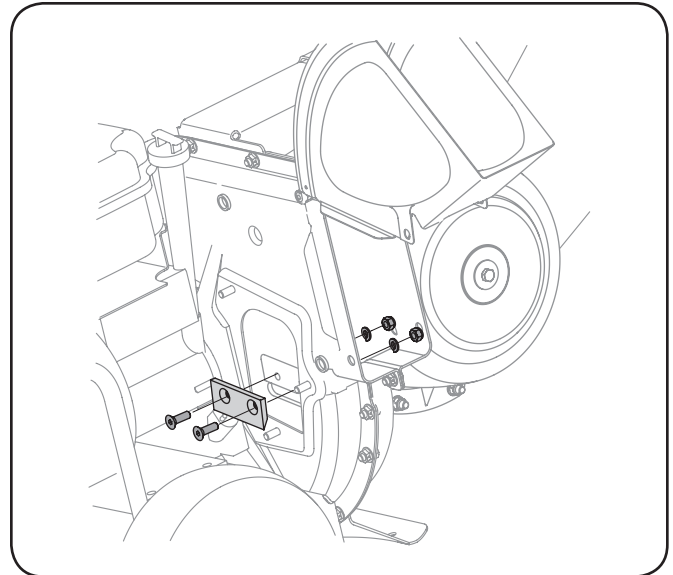

Figure 7-2
6. Para sacar la cuchilla saque los tornillos hexagonales internos, las arandelas de seguridad y las tuercas hexagonales que la sujetan al motor. Vea la Figure 7-2. Guarde los elementos de ferretería.